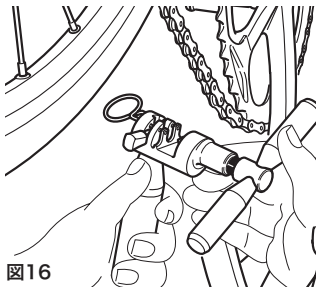

図16
- 図16のように、工具 **UT-CN400** を準備します (チェーンの外側から、内側に向けて)。